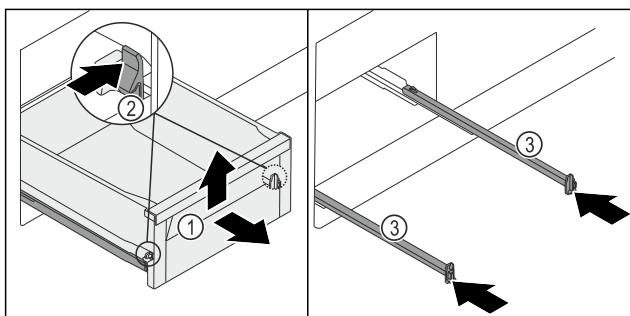

Fig. 127
- Schuifvak Fig. 127 (1) zo ver mogelijk naar buiten trekken.
- Klem Fig. 127 (2) links en rechts gelijktijdig naar binnen drukken.
- Schuifvak Fig. 127 (1) komt los van de rails.
- Schuifvak Fig. 127 (1) aan de voorkant optillen.
- Schuifvak Fig. 127 (1) naar voren wegnemen.
- Rails Fig. 127 (3) naar binnen schuiven.